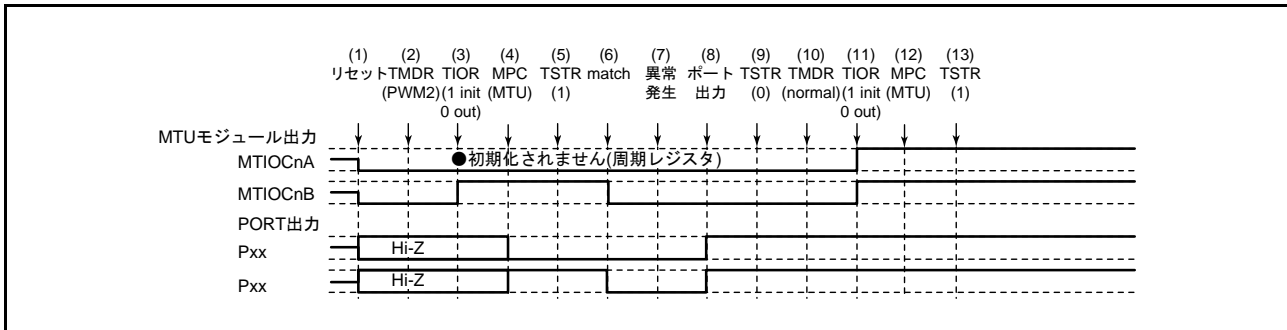

図 19.155 PWM モード 2 で異常が発生し、ノーマルモードで復帰する場合
PWM モード 2 で異常が発生し、再設定後ノーマルモードで再スタートする場合の説明図を図 19.155 に示します。
(1) ~ (9) は図 19.155 と共通です。
(10) PWM モード 1 を設定します。
(11) TIOR レジスタで端子を初期化してください (PWM モード 1 では MTIOcNB (MTIOcND) 端子に波形が出力されません。出力すべきレベルがある場合は、I/O ポートのポート方向レジスタ (PDR)、ポート出力データレジスタ (PODR) で汎用出力ポートの設定をしてください)。
(12) MPC と I/O ポートのポートモードレジスタ (PMR) で MTU 出力としてください。
(13) TSTRA レジスタで再スタートします。
(15) PWM モード 2 で動作中に異常が発生し、PWM モード 2 で再スタートする場合の動作
(10) PWM モード 2 で再スタートする場合には必要ありません。
(11) TIOR レジスタで端子を初期化してください (PWM モード 2 では周期レジスタに使用した TGR レジスタに対応する端子に波形が出力されません。出力すべきレベルがある場合は、I/O ポートのポート方向レジスタ (PDR)、ポート出力データレジスタ (PODR) で汎用出力ポートの設定をしてください)。
(16) PWM モード2 で動作中に異常が発生し、位相計数モードで再スタートする場合の動作
(10) 位相計数モードを設定します。
(11) TIOR レジスタで端子を初期化してください。
(13) TSTR レジスタで再スタートします。
(17) 位相計数モードで動作中に異常が発生し、ノーマルモードで再スタートする場合の動作